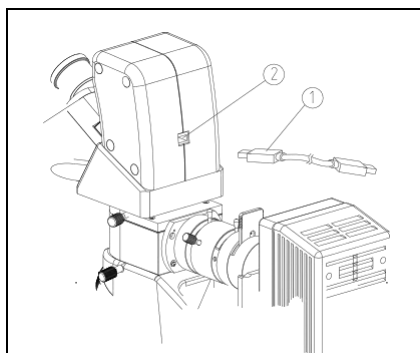

图 35
### 数字信号数码观察头的使用（图 35）
将 USB 数据线①一端插入显微镜观察头背部 USB 输出端口②内，另一端插入电脑中的 USB 接口。即可通过相应的视频采集分析软件，查看显微镜视频，同时双目也可进行观察。（如图 35）